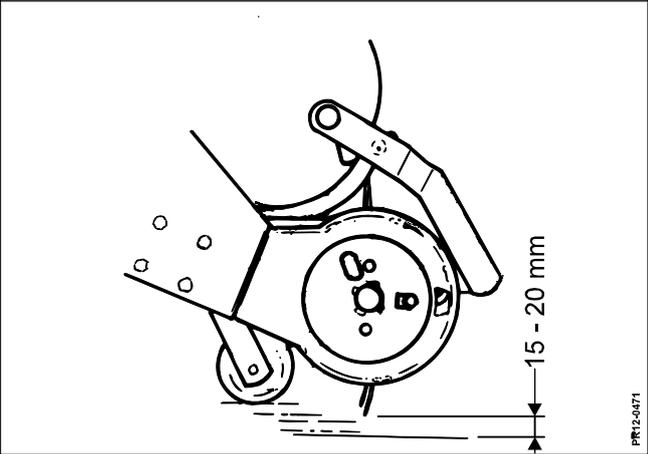

Fig. 4.5
**Fig. 4.5** Le ramasseur pick-up est équipé de rouleaux de support réglables en hauteur. Tenir la plus grande distance afin que les ressorts du pick-up ne mettent pas de terre dans le fourrage mais quand même peuvent ramasser l'herbe sans perte.